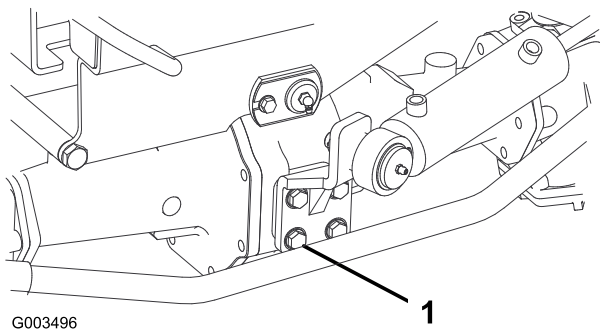

Bild 54
2. Prüfen Sie den Anzug der Befestigungsschrauben des Lenkzylinders (Bild 54). Der Anzug sollte 65 bis 81 Nm betragen.